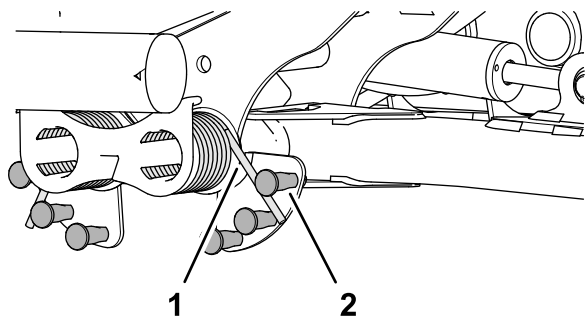

Figura 51
2. Introduzca el extremo largo del muelle de contrapeso en un tubo u otro objeto similar, y gire el muelle alrededor del espárrago de cuello largo a la posición deseada (Figura 51).